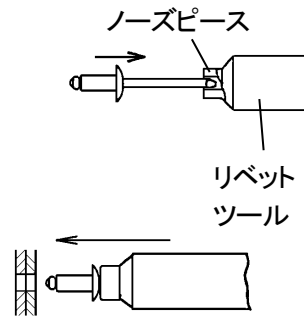

図5-2
- (1) レバーを開いてください。
- (2) ノーズピースにマンドレルを差し込んで、リベットを装着してください。その後、母材下穴にリベットのボディを挿入してください。(図5-2)